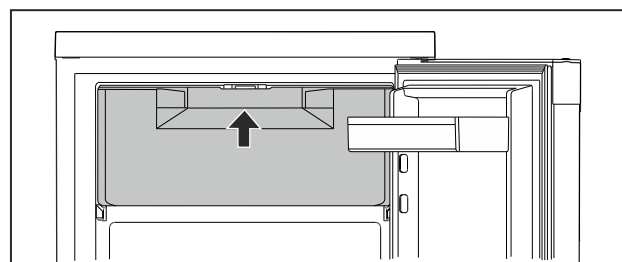

Fig. 48
- Griffbereich von unten eingreifen. (siehe Fig. 48)
- Tür schließen und von vorne auf der Griffplatte drücken bis sie einrastet. (siehe Fig. 48)